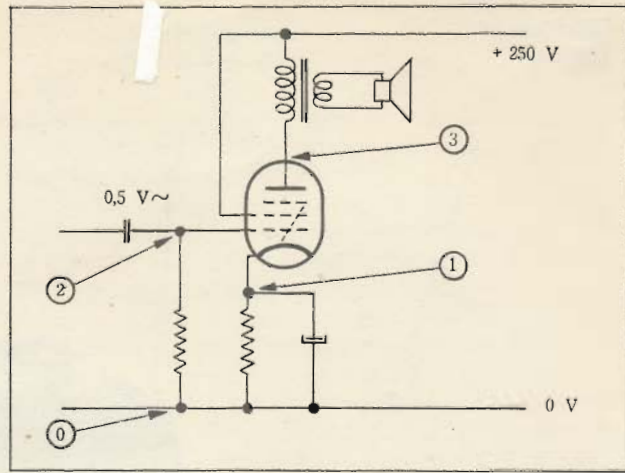

Fig. 2
b) Om gallerförspänningen på ett rör med automatisk förspänning skall mätas, anslutes rörvoltmeters uttag märkt »+» till punkt 1 i fig. 2 och dess uttag märkt »—» till punkt 0 eller 2.
c) Uppmätning av gallerväxelspänningen i fig. 2.
Den högra omkopplaren ställs i läge »+ $\underline{\text{I}}$ » och den mellersta i läge »1,5». Instrumentet nolljusteras. Testkroppens ytterhölje anslutes till punkt 0 i fig. 2 medan dess spets sättes i beröring med punkt 2. Instrumentets utslag avläses sedan på den övre skalan (röd text). I detta fall bör mätningen ske med testkroppen entär mätpunkten har hög impedans till jord och det lätt kan uppkomma störspänningar om en icke skärmd mätsladd användes.